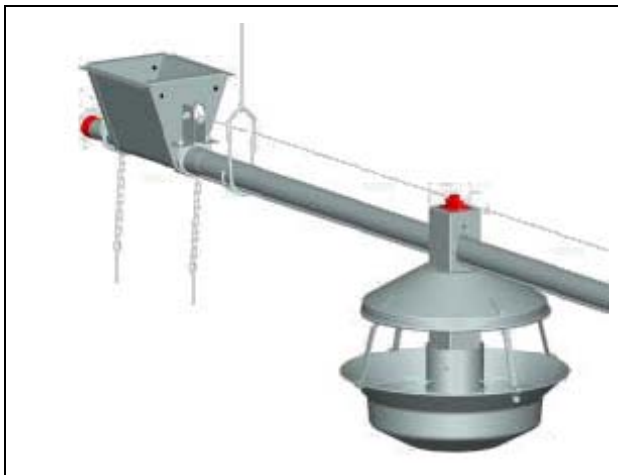

Рисунок 5G
2. Пропустите провод электрошокера через держатель и изоляторы вверх кормопроводов, как показано на Рисунок 5G.